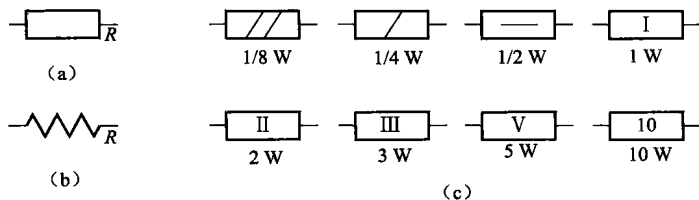

图 1.1 固定电阻器的电路符号
凡阻值固定不能调节的电阻器都称为固定电阻器。图 1.1 (a) 是我国国标电阻器符号；图 1.1 (b) 是国外常用电阻器的符号；图 1.1 (c) 是标有该电阻器额定功率的电阻器符号。在电路中，大部分电阻器的功率较小，除个别额定功率要求较高以外，电路图中一般不标出电阻器的额定功率。
额定功率是指在一定条件下, 电阻器能长期连续负荷而不改变性能的允许功率。额定功率的大小也称瓦 (W) 数的大小, 如 $1/8 \text{ W}$ 、 $1/4 \text{ W}$ 、 $1/2 \text{ W}$ 、 1 W 、 2 W 、 3 W 、 5 W 、 10 W 、 20 W , 一般印在电阻器的表面上, 如图 1.1 (c) 所示。如果无此标示, 可由电阻器的体积大致判断其额定功率的大小。如 $1/8 \text{ W}$ 电阻其外形尺寸为 8 mm 、直径为 2.5 mm ; $1/4 \text{ W}$ 电阻器的外形尺寸长为 12 mm 、直径为 2.5 mm 。